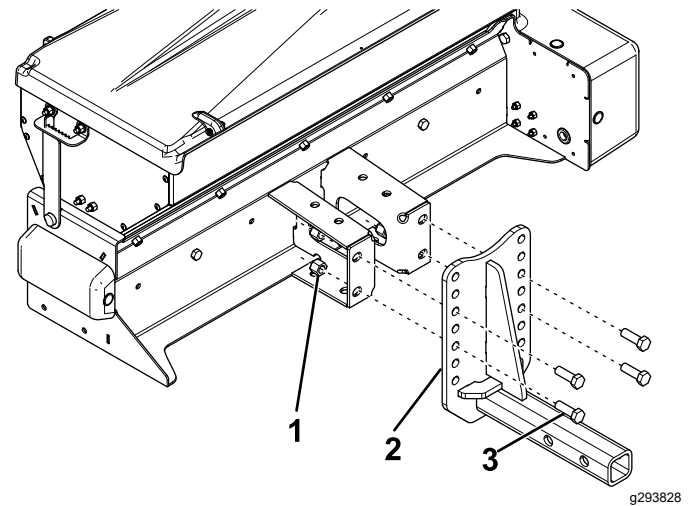
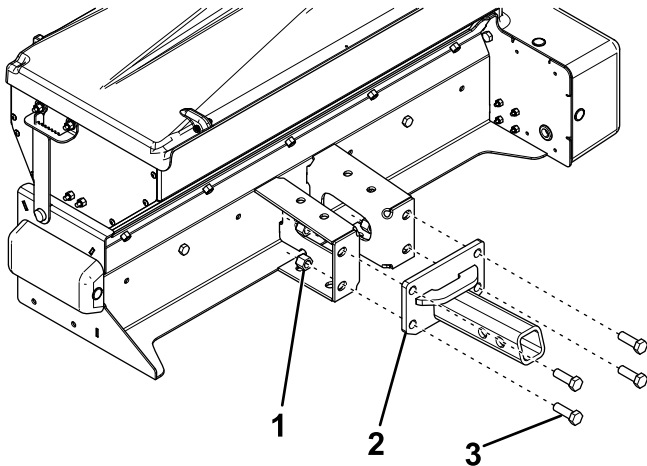

图 13
图 12
1. 用 4 个螺栓 1/2 x 1 1/2 英寸和锁紧螺母将挂钩松松地连接到撒布机上图 12 和图 13。